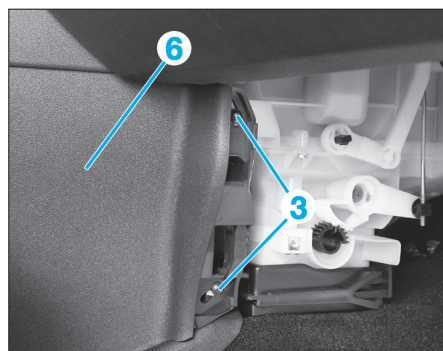

Fig. 8
- les garnitures latérales (2),
- les vis situées aux extrémités de la garniture centrale (3) (Fig.8).
- la garniture centrale (6) (Fig.8).